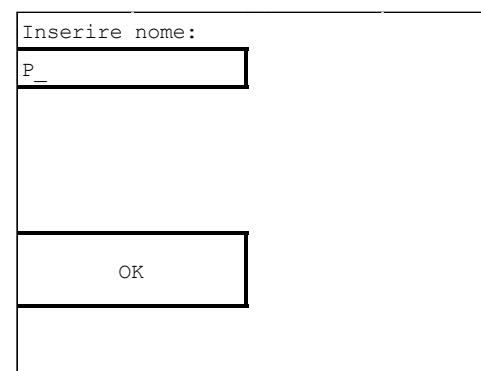

Fig.19
3. premere la manopola encoder per confermare l'inserimento del carattere alfanumerico selezionato (vedi fig.19);